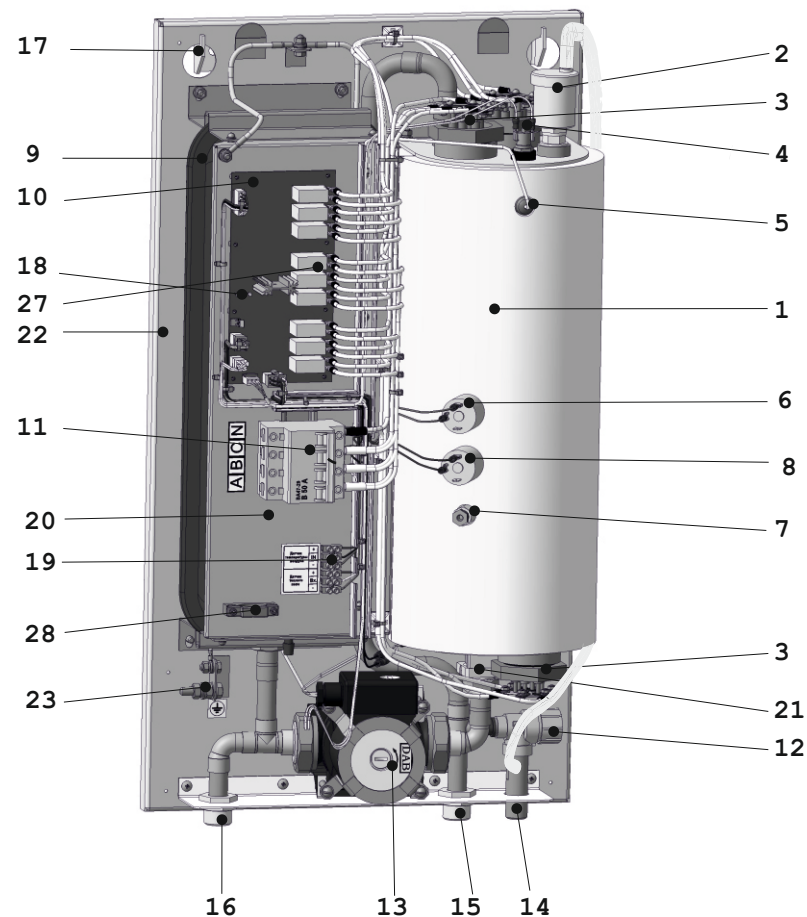

Рис. 1
Установочную панель (22) Рис. 1, на которой смонтированы котел в теплоизоляции (1), циркуляционный насос (13), экспанзомат (9), зажим заземления для подключения заземляющего проводника (23) и панель электропитания (20). Котел содержит три блока ТЭНов (3). В верхней крышке котла установлены автоматический воздухоотводчик (2) с дренажной системой, аварийный термоограничитель (4). На корпусе котла расположены рабочий датчик температуры теплоносителя (5), датчики максимального (6) и минимального (8) давления, датчик манометра (7).
4.4 Подключение прибора к системе отопления производится с помощью входного патрубка (16) G 3/4 и выходного патрубка (15) G 3/4. Рис.1. Сброс воды при срабатывании воздухоотводчика и предохранительного клапана осуществляется через дренажный патрубок (14) G1/2, подключаемый к канализации.